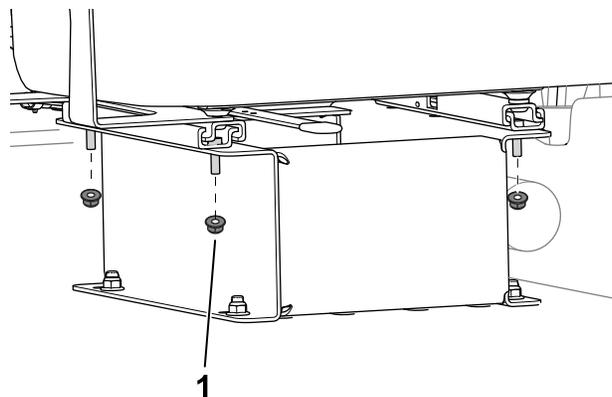

Figura 12
1. Rimuovete i dadi che fissano il sedile alla sua base (Figura 12).